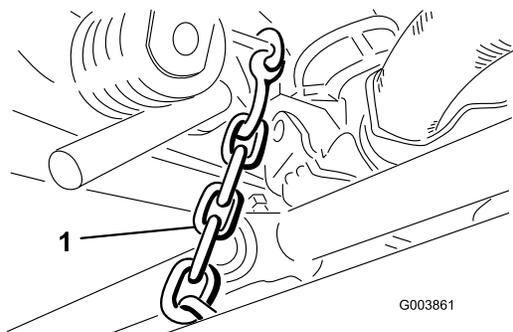

Figura 11
9. Staccate la catena di chiusura dal braccio di sollevamento e fissatela al tubo incrociato degli elementi di taglio posteriori utilizzando un bullone, una rondella piana e un dado di bloccaggio (Figura 11).